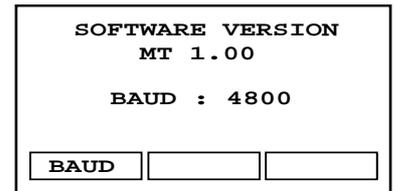

Fig.39. Menu Baud
1. Premere il tasto SET UP e tenerlo premuto per circa 2 s fino a quando compare il menu Baud come segue (fig 39) :